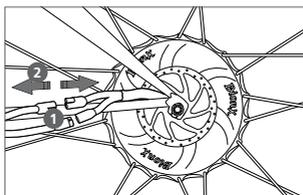

Fig. 2
- Débrancher les deux câbles de connexion qui mènent au moteur (fig. 2) dans l'ordre suivant :
① COMMUNICATION, ② ALIMENTATION